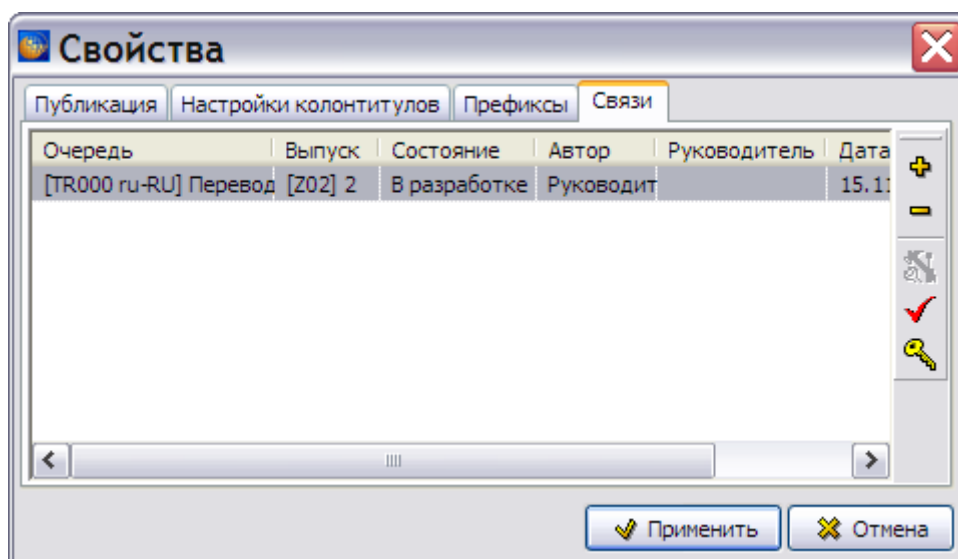

Рис. 23.24
4. Выберите нужный выпуск, и нажмите на кнопку **Применить**. После этого окно **Очереди поставок и выпуски** закрывается, и происходит возврат в окно **Свойства** (Рис. 23.24).